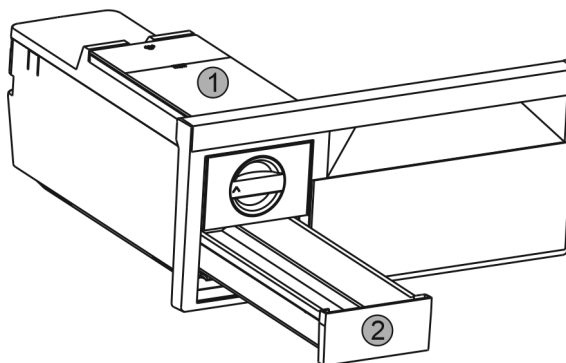

Fig. 36
- ▶ Watertank Fig. 36 (1) en ijsblokjeslade Fig. 36 (2) verwijderen.